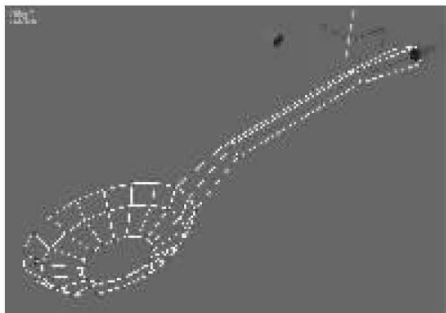

图 7-69 调整把柄
(9)在透视图将勺柄中间的点沿着 Z 轴向上移动,使把柄看起来更加圆滑,如图 7-69 所示。